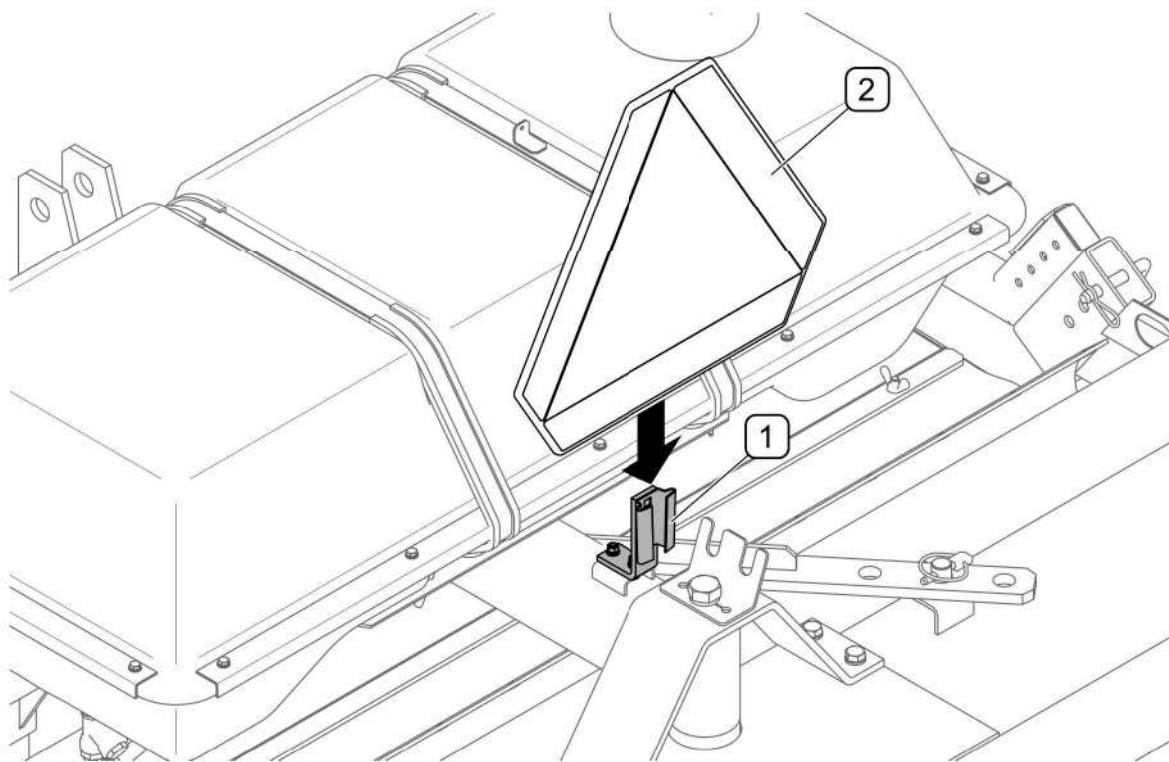

ABB. 4.10A **Zusätzlicher Halterung für die Kennzeichnungstafel bauartbedingt langsam fahrender Fahrzeuge**
- Wenn die Kehrmaschine die Kennzeichnungstafel für bauartbedingt langsam fahrende Fahrzeuge am Heck des Schleppers verdeckt, muss die Kennzeichnungstafel (Zusatzausstattung) an der Halterung (Abb. 4.10A) am Rahmen der Kehrmaschine befestigt werden.